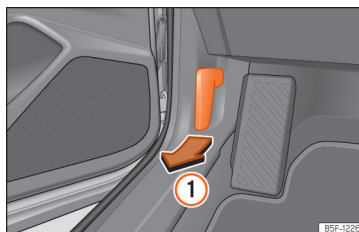

Abb. 219 Entriegelungshebel im Fahrerfußraum.
- Öffnen Sie die Tür und ziehen Sie an dem Hebel unterhalb der Instrumententafel » » **[Abb. 219]** (1).